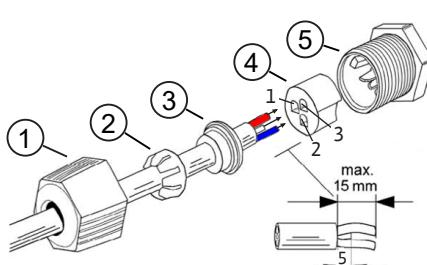

Fig. 19: Quicken-steekverbinding
1. Schuif de wartelmoer (pos. 1), kroon (pos. 2) en het afdichtrubber (pos. 3) op de kabel van de niveausensor.
2. Verwijder de ommanteling van de signaalkabel (ca. 15 mm). De uiteinden van de aders moeten gelijk liggen met de splijtring (pos. 4) of mogen max. 2 mm uitsteken, zie Fig. 19.
5. Leid de voorbereide leiding in de contactdrager (pos. 5).